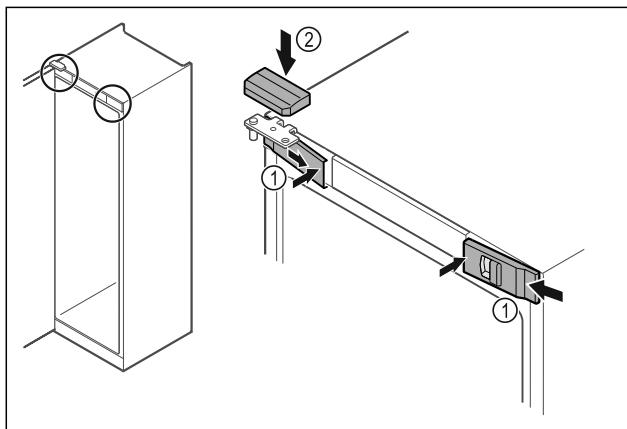

Fig. 55
- Передні кришки Fig. 55 (1) зачепити збоку та зафіксувати всередині.
- Зафіксуйте верхню кришку Fig. 55 (2) зверху.